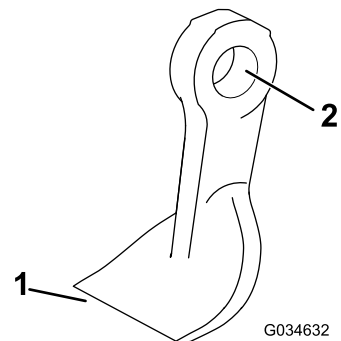

Bild 77
- Prüfen Sie jedes Messer auf Beschädigungen und achten Sie besonders auf die Befestigungen, die Schnittkante und die Befestigungslöcher (Bild 77). Ersetzen Sie beschädigte Messer und Befestigungen.